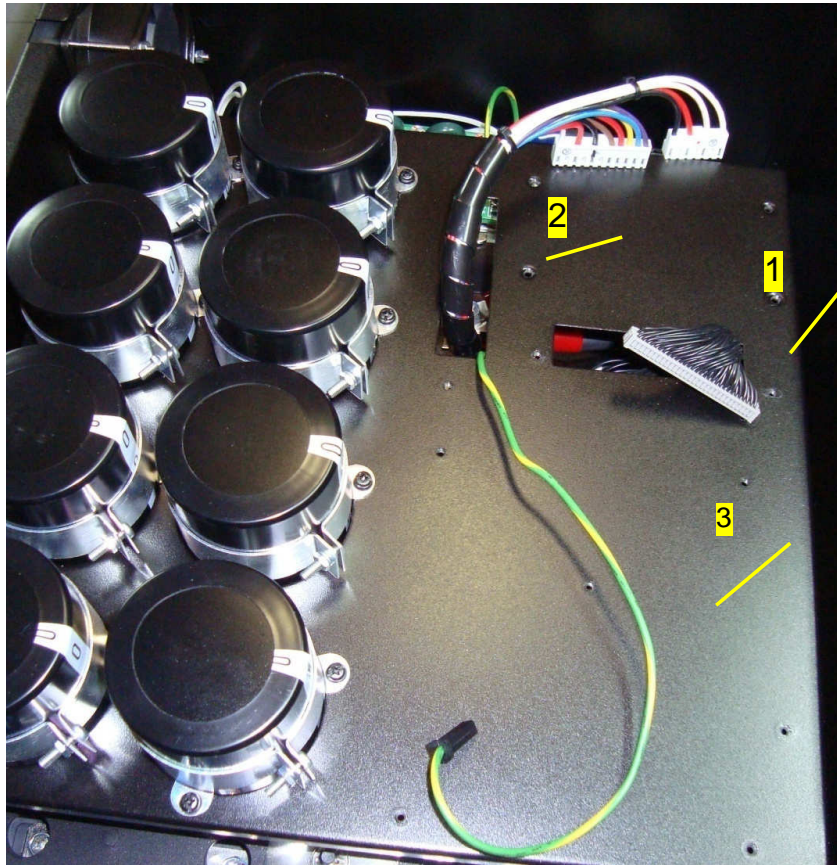

Рис. 7.13
- вытащить через прорези в корпусе блока конденсаторов жгут платы ЦП 1, жгут платы предохранителей 2 и провод заземления 3 (рис. 7.13).